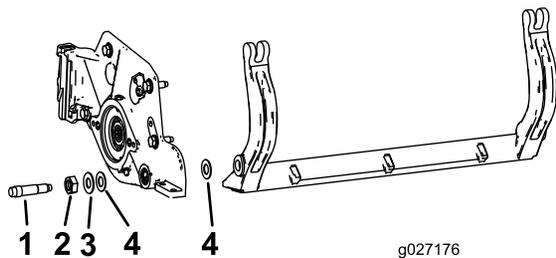

图28
**注意：**取下底刀架两端的 2 个尼龙垫圈和 1 个冲压钢垫圈（图28）。
**注意：**将尼龙垫圈放在侧板凸起的两侧。在两个尼龙垫圈的外侧各放一个钢垫圈（图28）。